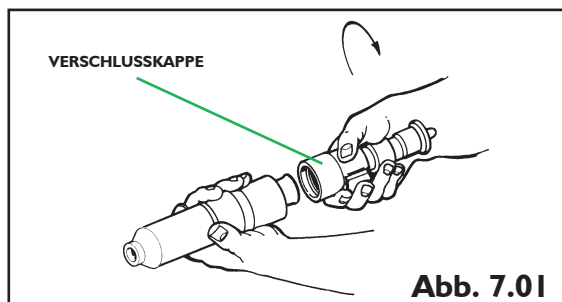

Abb. 7.01
- Die Verschlusskappe gegen den Uhrzeigersinn drehen und wegführen. (siehe Abb. 7.01)